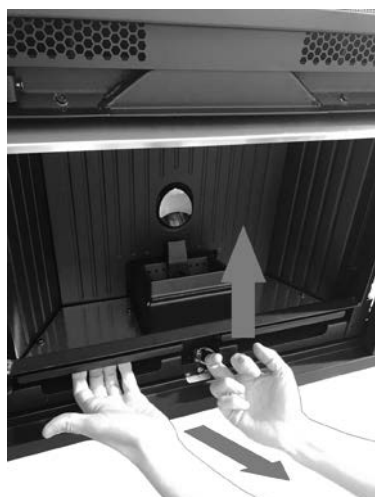
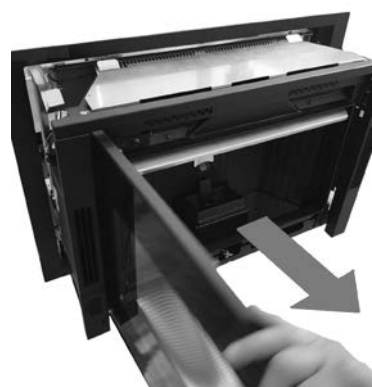

Fig. 26 - Subir el gancho
Fig. 27 - Extracción del cuerpo de la máquina
- Eleve el gancho (véase **Fig. 26**) y tire con fuerza hacia sí mismo el cuerpo de la máquina (véase **Fig. 27**).